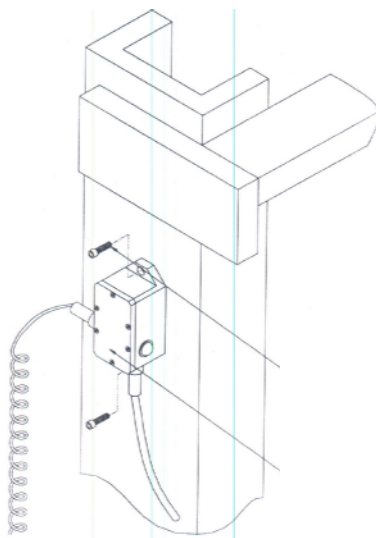

Рис.6
9. Закрепите датчик положения стрелы (красным индикатором в сторону оператора). Датчик положения должен быть расположен вертикально при вертикальном расположении стрелы (рис.6)